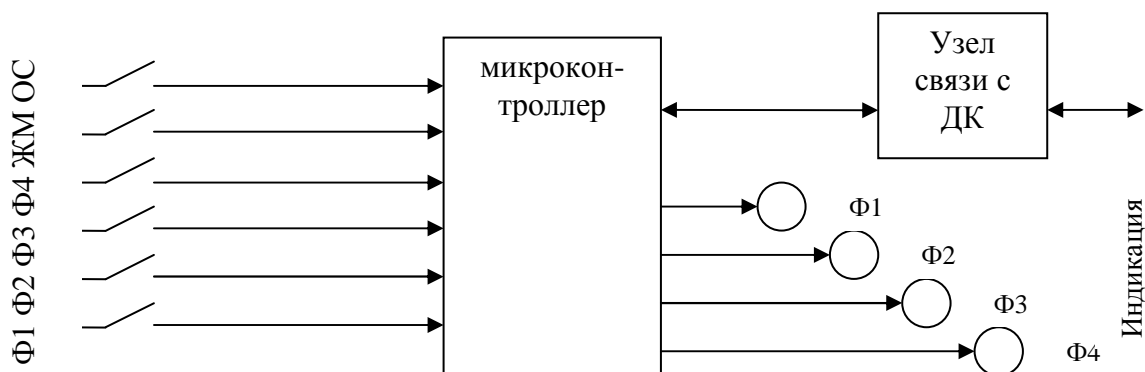

Рисунок 1. Функциональная схема ВПУ.
- 2.1. Функциональная схема устройства приведена на рис.1, электрическая принципиальная схема – в приложении 1.